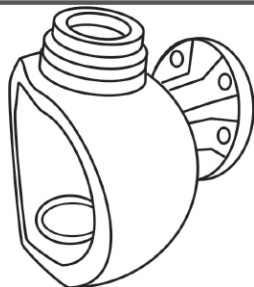

Рис. 2
3. Сверху на внутренние обоймы подшипников [8] положите уплотнительные шайбы [4] (рис. 2)